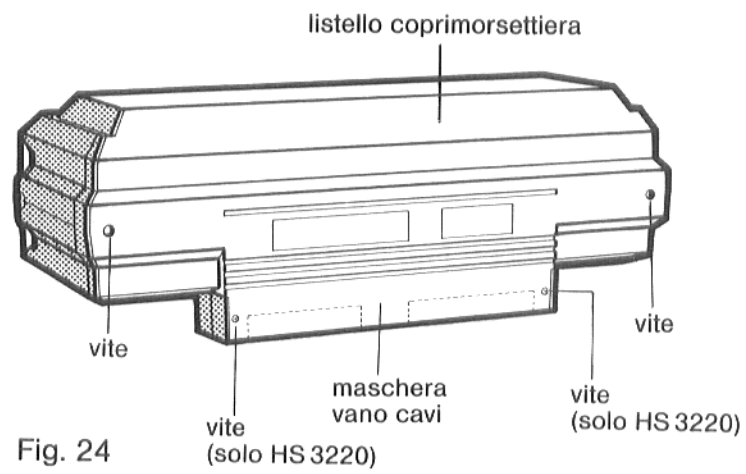

Fig. 24
- Svitare le due viti del listello coprimorsettiera sull'apparecchio di regolazione (Fig. 24).
Svitare le due viti della mascherina del vano cavi (Fig. 24). Togliere la mascherina.
- Avvitare il listello coprimorsettiera da dietro all'apparecchio di regolazione con due viti (Fig. 24).